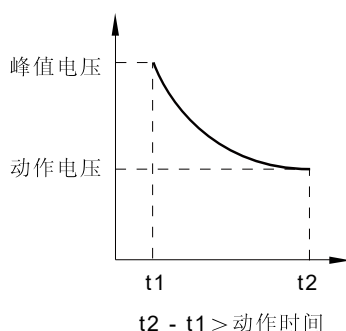

图1
1.1.5 当线圈驱动采用电容驱动方式时，推荐线圈施加的峰值电压约为额定电压值的150%~200%，推荐施加的脉冲宽度在峰值电压下降到动作电压时的脉冲宽度不小于磁保持继电器的动作时间(见图1)。